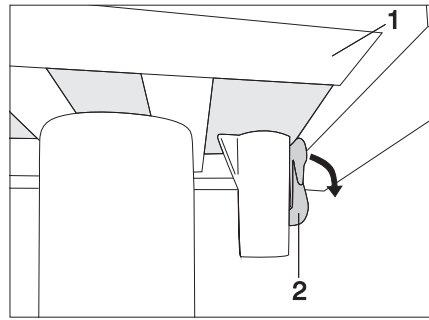

Bild 96 Arretierung Einsäulentisch (verriegelt)
- Arretierhebel (Bild 96,2) nach unten drücken.
- Tischplatte (Bild 96,1) in die gewünschte Position verschieben.
- Arretierhebel (Bild 96,2) wieder nach oben drücken.